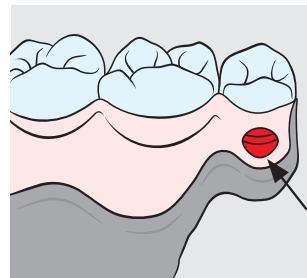

Fig. 4
8. Se possibile, praticare un foro attraverso il dente protesico per far defluire la resina (fig. 4).